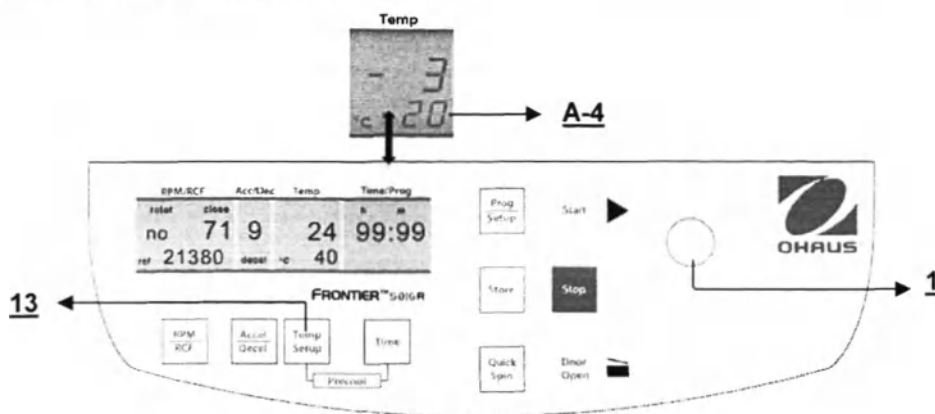

Рис. 19
Настройка данной функции активируется нажатием кнопки «Temp/Setup» (13). После нажатия кнопки на дисплее «Time/Prog» начинает мигать индикация «°C» (A-4). Нужное значение контрольной температуры можно задать с помощью кнопки регулировки (1) в диапазоне от -20 °C до +40 °C с шагом в 1 °C. Заданное значение отображается на дисплее (рис. 19) постоянно — до, во время и по окончании центрифугирования.